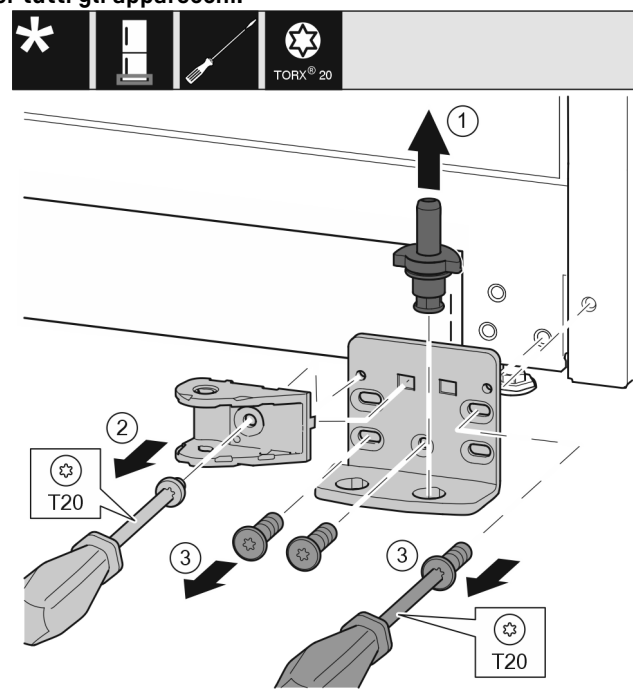

Fig. 34 *
- Estrarre completamente il perno di supporto verso l'alto. Fig. 34 (1)*
- Svitare la vite con il cacciavite T20 e rimuovere il collegamento dell'ammortizzatore di chiusura. *Fig. 34 (2)*
- Svitare le viti con il cacciavite T20 e rimuovere il blocco di supporto. *Fig. 34 (3)**